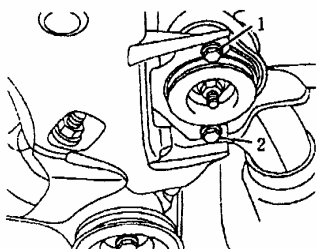

图 4-104 拧松变速器右侧悬置的螺栓
(3) 如图 4-104 所示，将变速器右侧悬置的后侧螺栓 2 拧松几圈；拧下变速器右侧悬置的前端螺栓 1。拧松变速器左侧悬置的螺母（如图 1-105 箭头所示），直至其与螺栓端部平齐。